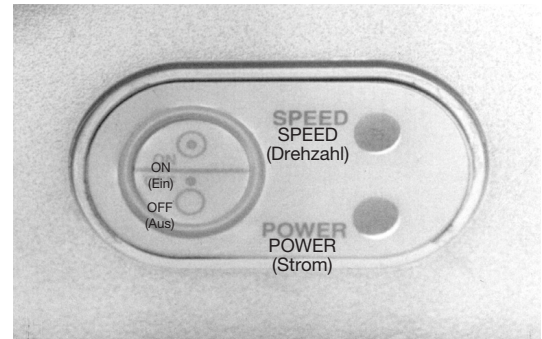

Abbildung 4-1. Detailansicht des ON/OFF-Schalters und der POWER/SPEED-LEDs.
- Um den 5-minütigen Zentrifugenzyklus zu starten, drücken Sie kurz auf den ON/OFF-Schalter an der Vorderseite der Zentrifuge (Abb. 4-1). Der Rotor beschleunigt, bis er sich bei der vorgegebenen Drehzahl stabilisiert. Siehe Abschnitt 4.5 für die Reihenfolge der Anzeigelämpchen „POWER“ (Strom) und „SPEED“ (Drehzahl).